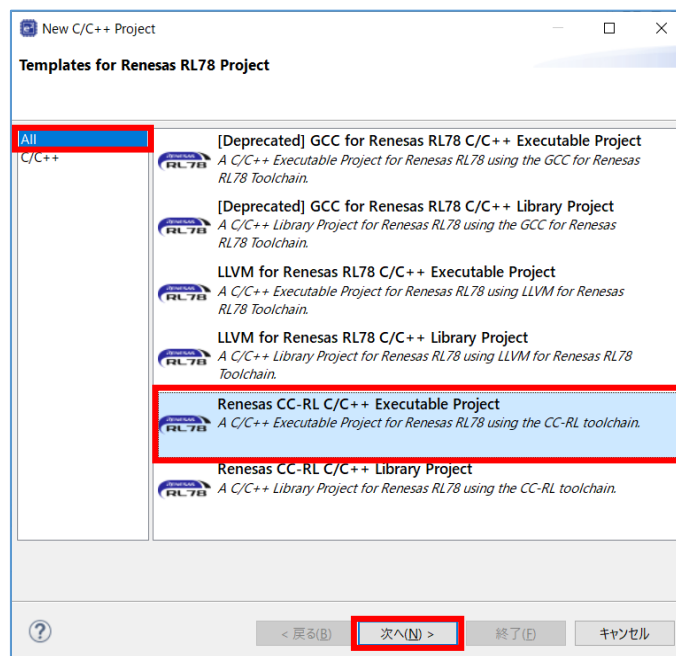

図 6-11 ツールチェーンに CC-RL コンパイラを選択する場合
- CC-RL コンパイラを使用する場合は、[Renesas CC-RL C/C++ Executable Project]を選択し、"次へ"ボタンを押します(図 6-11)。